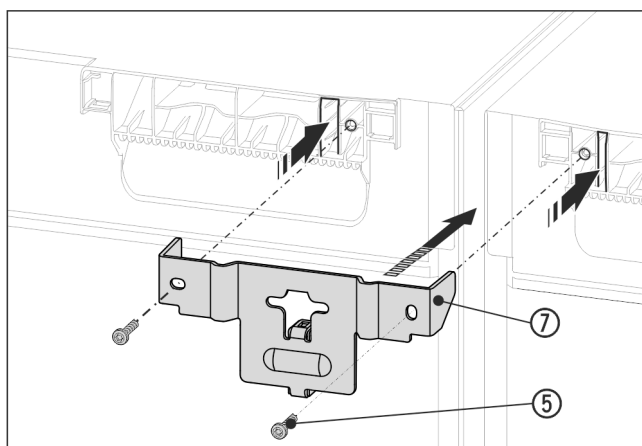

Fig. 14 Beispielhafte Darstellung
- Winkel Fig. 14 (7) mit dem Distanzstück zwischen die Geräte und mit den Laschen in die Gerätedecke schieben. Mit 2 Schrauben Fig. 14 (5) festschrauben.